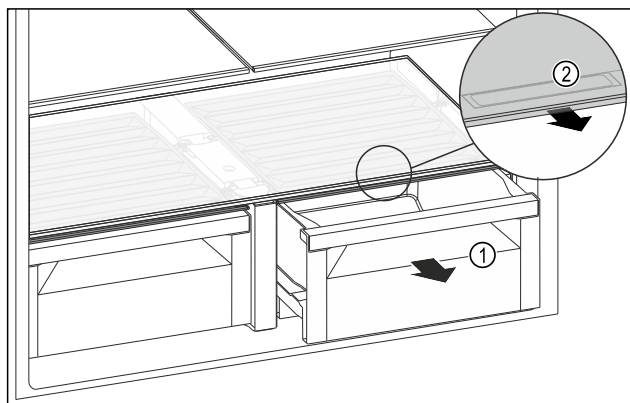

Fig. 104
- Schuifvak Fig. 104 (1) uittrekken.
- Greeplijst Fig. 104 (2) op het vakdeksel vastpakken en het vakdeksel gelijktijdig naar voren trekken.